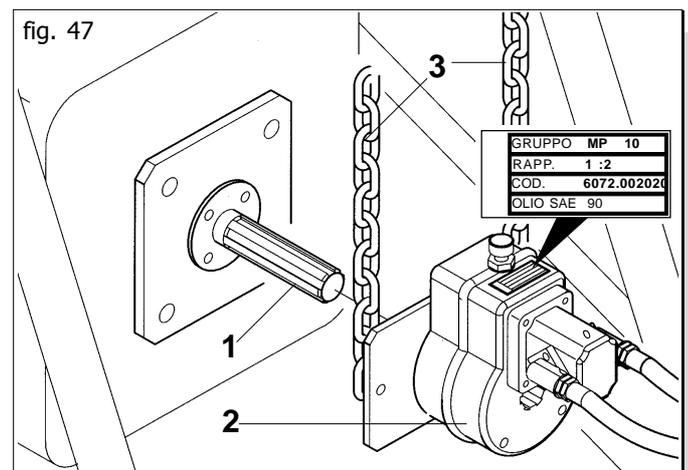

fig. 47
A motore spento e trattore bloccato, collegare correttamente tutti gli innesti rapidi. Pulire ed ingrassare la presa di forza del trattore (1 Fig. 47). Innestare il moltiplicatore (2) nella presa di forza come in Figura 47. Verificare il corretto accoppiamento, bloccare la rotazione del moltiplicatore con le catene in dotazione (3) agganciandole ad una parte fissa del trattore.